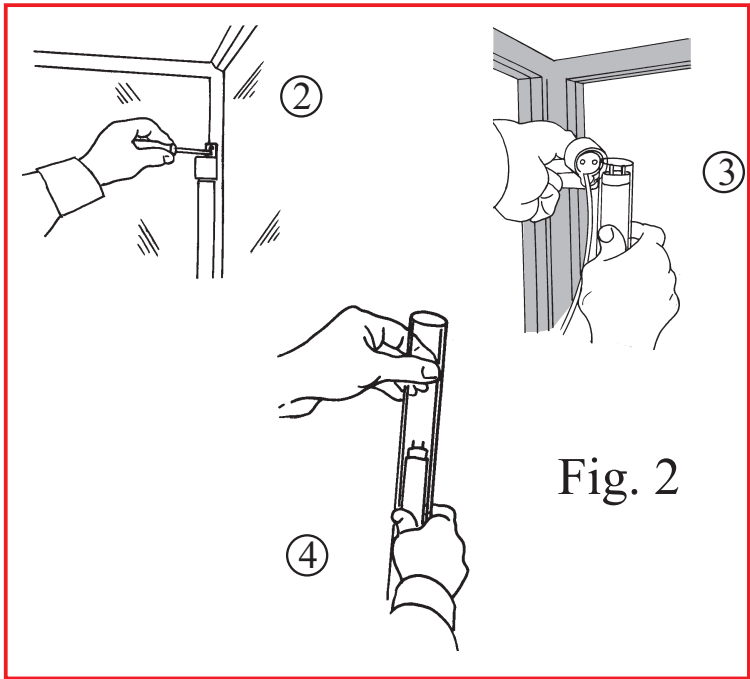

Fig. 2
1. Togliere l'alimentazione. 2. Svitare le viti di fissaggio del portalamпада superiore. 3. Staccare il portalamпада superiore dal tubo fluorescente con il trasparente di protezione. 4. Sfilare il tubo dal portalamпада inferiore. 5. Togliere il tubo trasparente di protezione. 6. Sostituire il tubo fluorescente. 7. Ripristinare il tutto procedendo in senso inverso (Vedi fig.2).
1. Switch off the appliance. 2. Undo the screws which hold the top lamp socket in place. 3. Detach the fluorescent tube with its protective cover from the top lamp socket. 4. Take the tube out of the bottom lamp socket. 5. Remove the protective cover. 6. Replace the fluorescent tube. 7. Reassemble by following the above instructions in reverse order (see figure 2).
1. Strom wie abschalten. 2. Die Befestigungsschrauben der oberen Lampenfassung entfernen. 3. Die Leuchtstoffröhre zusammen mit der durchsichtigen Schutzröhre von der oberen Lampenfassung lösen. 4. Die Röhre aus der unteren Lampenfassung herausziehen. 5. Die durchsichtige Schutzröhre entfernen. 6. Die Leuchtstoffröhre ersetzen. 7. Alles in umgekehrter Reihenfolge wieder zusammensetzen (siehe Abbildung 2).
1. Schakel de elektriciteit. 2. Schroef de schroeven los waarmee de bovenste lamphouder vastzit. 3. Maak de bovenste lamphouder los van de tl-buis voorzien van een doorzichtige bescherming. 4. Haal de buis uit de onderste lamphouder. 5. Verwijder de doorzichtige beschermingsbuis. 6. Vervang de tl-buis. 7. Zet alle onderdelen in de juiste volgorde weer in elkaar door de bovengenoemde handelingen in omgekeerde volgorde te herhalen (zie fig. 2).
4. Extraia o tubo do suporte da lâmpada inferior. 5. Tire o tubo transparente de protecção. 6. Substitua o tubo fluorescente. 7. Volte a montar o conjunto procedendo na ordem inversa (ver a fig. 2).
1. Koppla ifrån strömmen. 2. Lossa fästskruvarna på den övre lamphållaren. 3. Dra loss den övre lamphållaren från lysröret med genomskinligt skyddsror. 4. Dra ur röret från den nedre lamphållaren. 5. Ta bort det genomskinliga skyddsroret. 6. Byt lysror. 7. Återställ på samma sätt men i omvänd ordning (se fig. 2).
1. Afbryd for elektriciteten således. 2. Afmonter skruerne der holder den øverste fatning. 3. Løsgør lysstofrøret med den gennemsigtige beskyttelse fra den øverste fatning. 4. Fjern røret fra den nederste fatning. 5. Fjern det gennemsigtige beskyttende rør. 6. Udskift lysstofrøret. 7. Montér alle dele igen i modsat rækkefølge (Jvf. fig. 2).